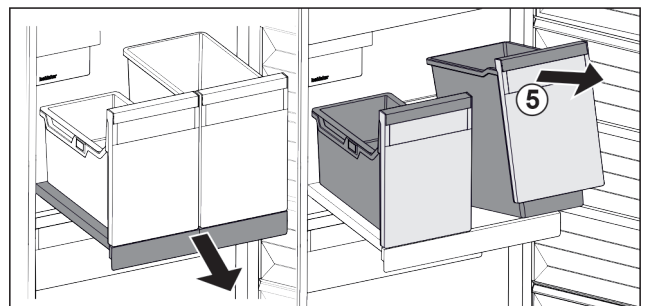

Fig. 118
- Spremnik Fig. 118 (5) podignite sprijeda.